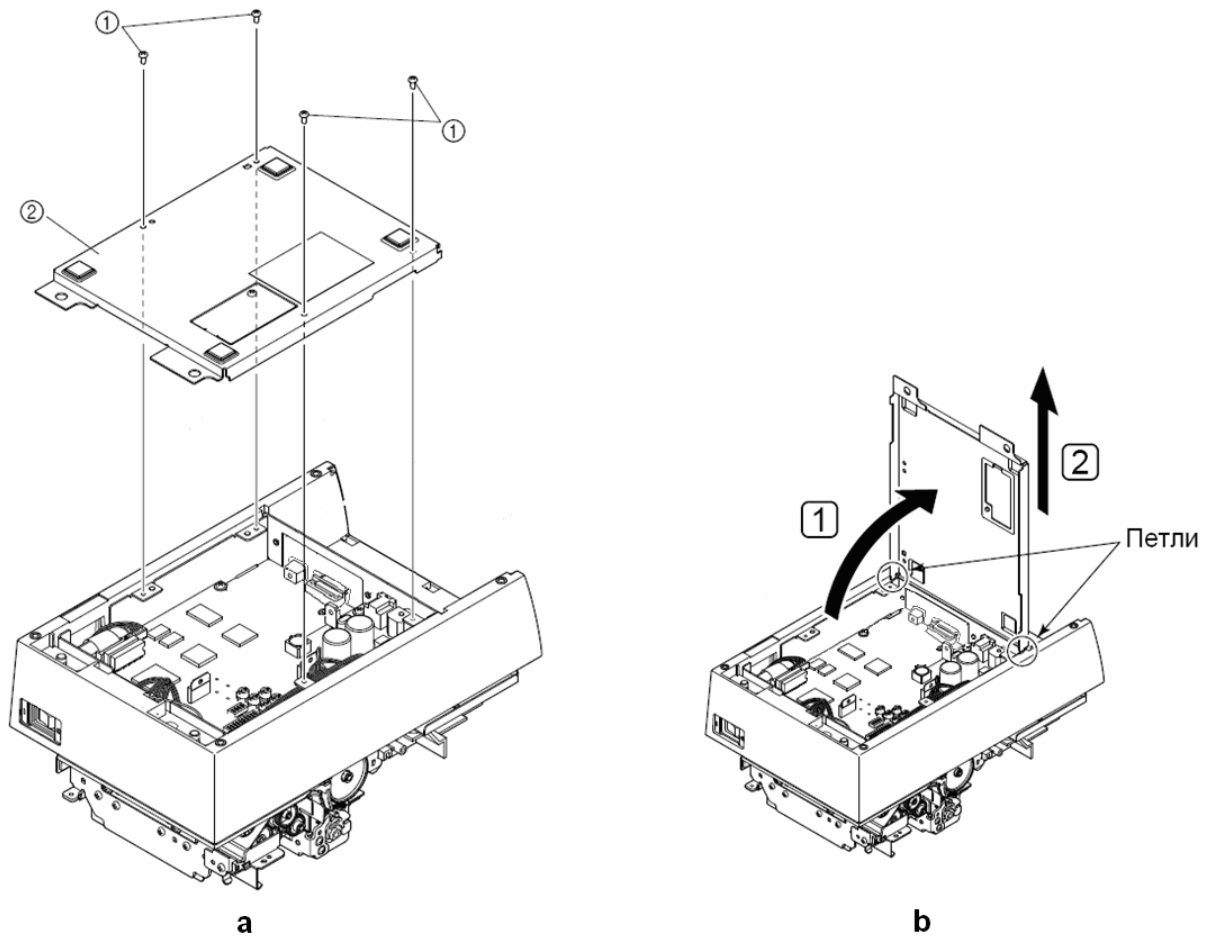

Рисунок 6 Снятие нижней крышки корпуса
1. Открутите 4 винта поз. 2, удерживающих нижнюю крышку (рис.6 а)
2. Снимите нижнюю крышку. Для этого, поверните крышку вокруг петель, установив ее в вертикальном положении, а затем поднимите крышку вверх (см. рис. 6 б).